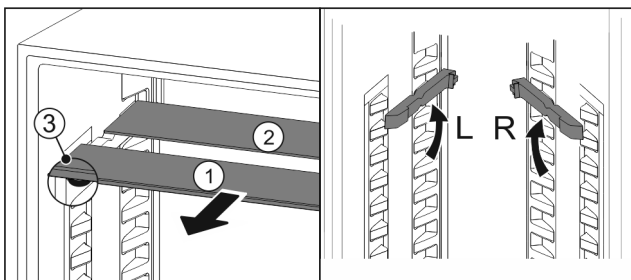

Fig. 107
- ▶ Steklene plošče posamično izvlecite Fig. 107 (1) naprej.
- ▷ Steklena plošča Fig. 107 (1) z okrasno letvijo je spredaj.
- ▷ Zaustavljalniki Fig. 107 (3) so obrnjeni navzdol.